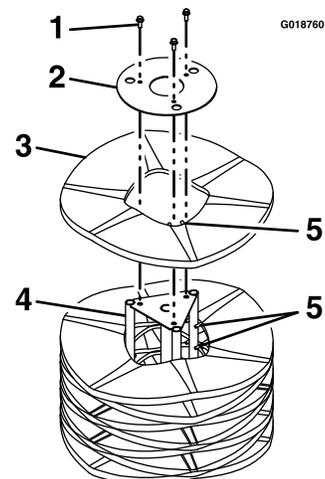

Figure 35
5. Posez le balai sur son extrémité de sorte que la plaque de retenue amovible soit orientée en haut (Figure 35).
- Déposez et conservez les fixations de la plaque de retenue d'extrémité (Figure 35).
- Posez un ou des segments neufs en décalant les doigts d'alignement des anneaux en métal, comme montré à la Figure 35.